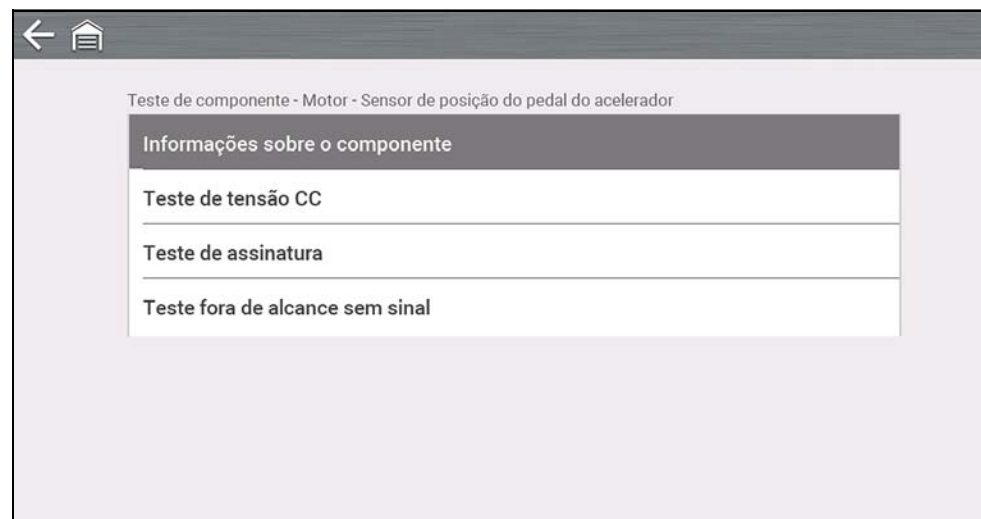

Figura 7-5
2. Selecione **Informações do componente** no menu Teste de componentes (Figura 7-5).